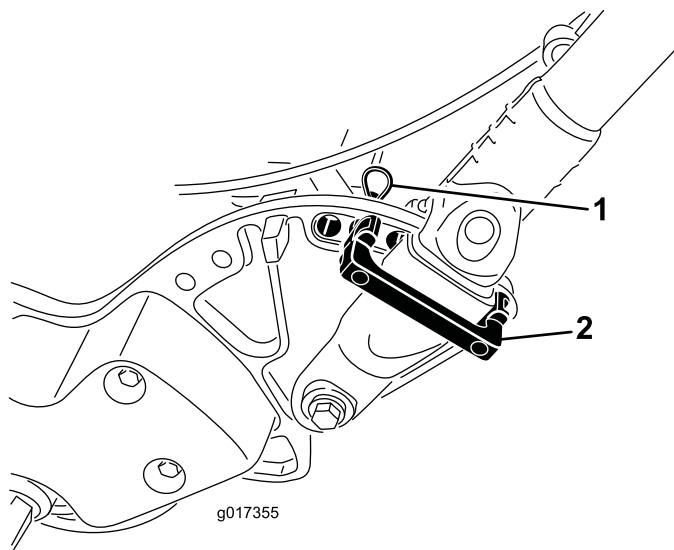

図 28
1. 機体左右のハンドルリテーナからヘアピンコッターを抜き取る図 28。
2. ハンドルを支えながら、左右のヘアピンコッターを抜き、ハンドルを希望の位置にセットする図 28。